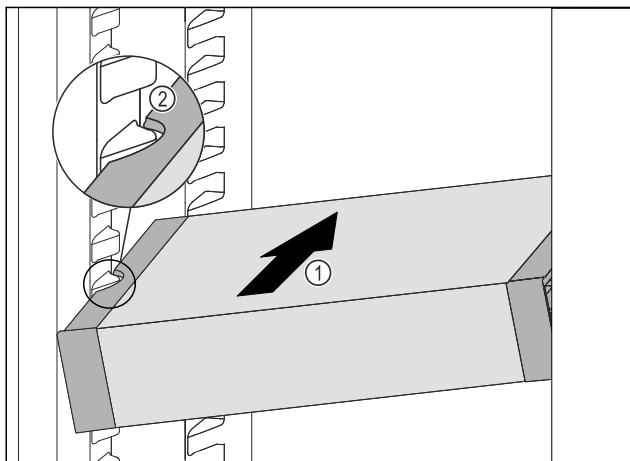

Fig. 112
- ▶ Predal VarioSafe potiskajte poševno v hladilnik Fig. 112 (1), dokler stranska izreza Fig. 112 (2) predala VarioSafe nista na višini nastavka za posodo v hladilniku.